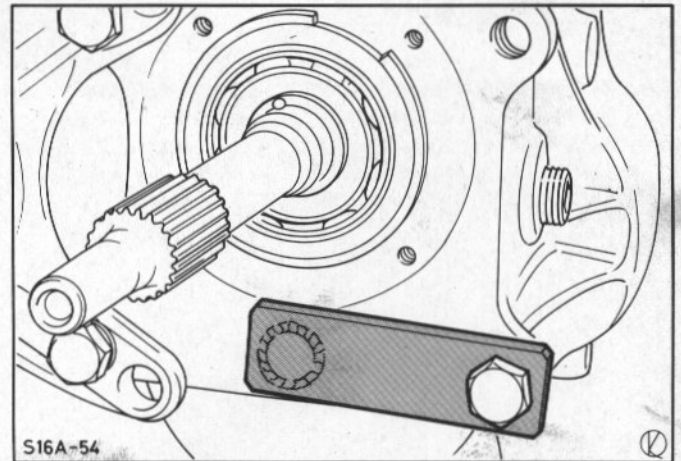

Abb.122 Spezialwerkzeug an Schwungradseite fest-schrauben
15. Vorgelegeachse mit Spezialwerkzeug 16-033 her-austreiben (Werkzeug und Achse müssen in Ver-bindung bleiben) und Werkzeug an Schwungrad-seite festschrauben, Abb.122.